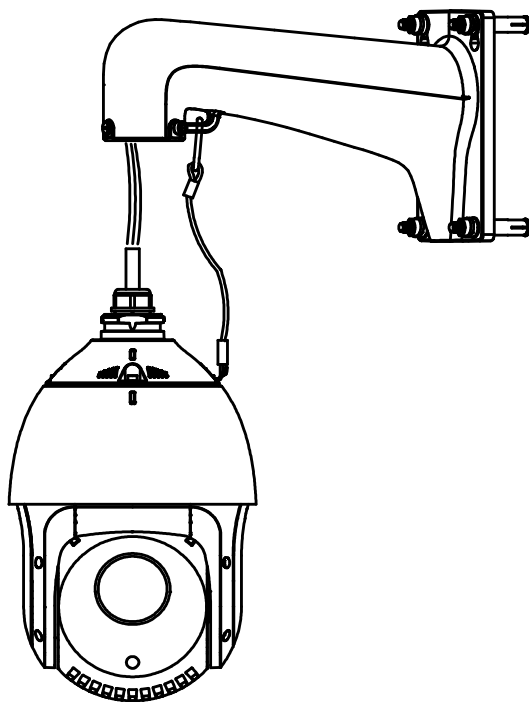

Рис. 1.8. Крепление страховочного тросика
1. Закрепите страховочный тросик одним концом на видеокамере, а другим концом на кронштейне, как это показано на Рис. 1.8.